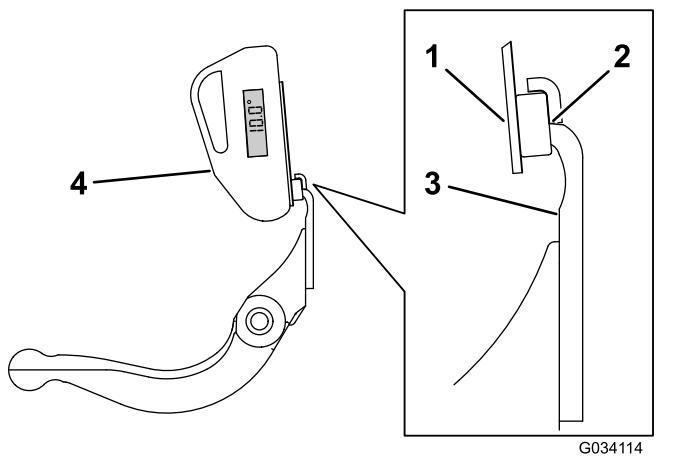

Figura 24
3. Coloque a montagem do indicador de ângulo na extremidade da lâmina de corte para que a extremidade do íman fique alinhada com a extremidade da lâmina de corte (Figura 24).
- Coloque o indicador de ângulo na montagem, como se mostra na Figura 24.